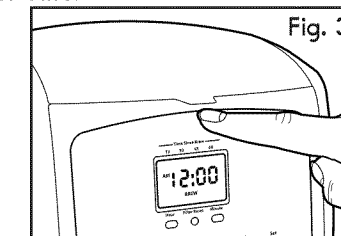

Fig. 3
1. Presione el botón Abrir en el panel de control y levante la cubierta de una sola pieza (véase Fig. 3).